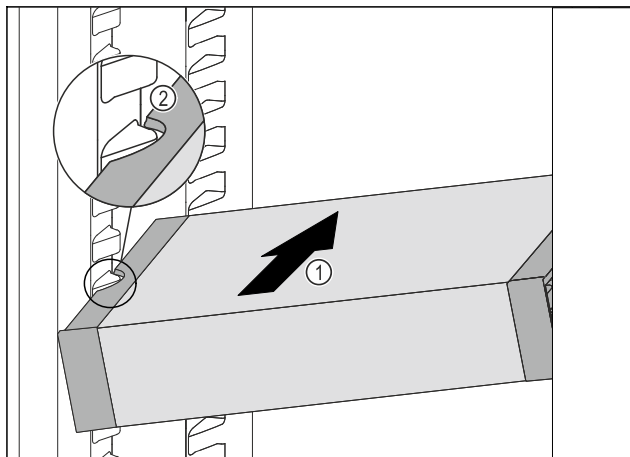

Fig. 194
- ▶ Zasuňte VarioSafe do chladničky pod úhlem tak Fig. 194 (1), aby vybrání na bocích Fig. 194 (2) VarioSafe byla na úrovni žebrování na nádoby v chladničce.